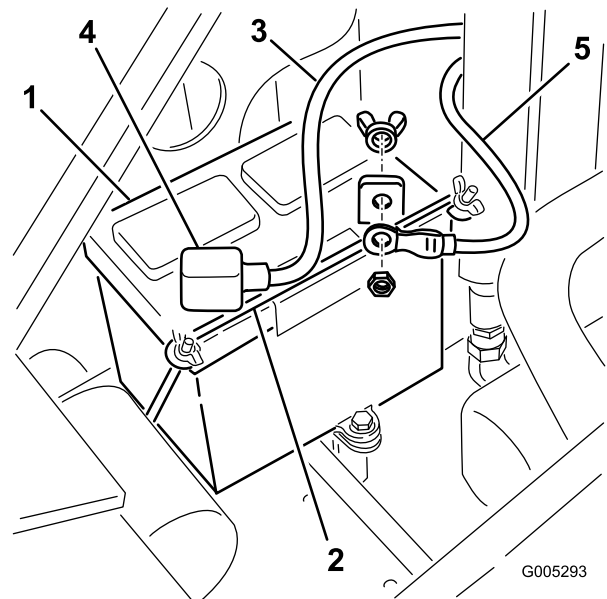

Bild 32
4. Entfernen Sie die Flügelmutter und Stange, mit denen die Batterie befestigt ist (**Bild 32**).
5. Klemmen Sie das (schwarze) Minuskabel vom Batteriepol ab (**Bild 32**). Bewahren Sie die Befestigungen auf.
- Klemmen Sie das Pluskabel (Rot) vom Batteriepol ab (Bild 32). Bewahren Sie die Befestigungen auf.
- Schließen Sie das Pluskabel (Rot) der Batterie mit den vorher entfernten Befestigungen am Pluspol (+) der Batterie an (Bild 32).
- Schließen Sie das Minuskabel (Schwarz) der Batterie mit den vorher entfernten Befestigungen am Minuspol (-) der Batterie an (Bild 32).
- Befestigen Sie die Batterie mit der Stange und den Flügelmuttern (Bild 32).